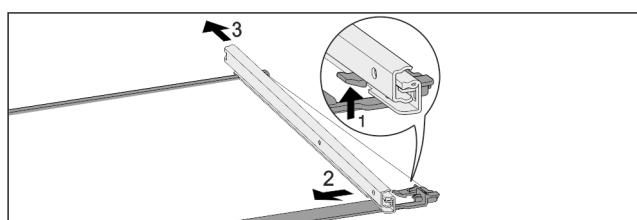

Fig. 84 Скляна пластина з рейками
- Натиснути передній гачок-фіксатор вгору. Fig. 84 (1)
- Виштовхніть виїзну рейку в сторону Fig. 84 (2) та назад Fig. 84 (3).